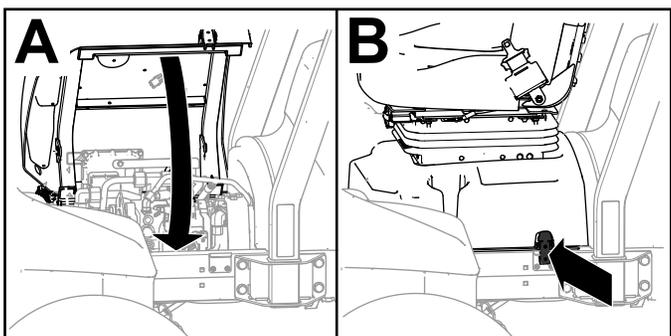

Figura 136
4. Ruotate il sedile e la base in posizione chiusa, e bloccate la base (Figura 136).